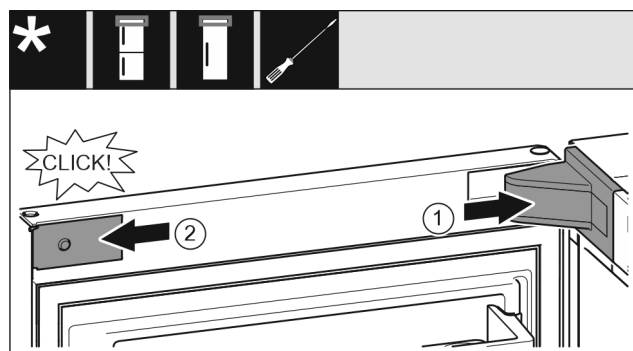

Fig. 22
- ▶ Założyć osłonę płytki zawiasu Fig. 22 (1) i zazębić, ew. ostrożnie odsunąć.
- ▶ Założyć zaślepkę Fig. 22 (2) z boku i zazębić.